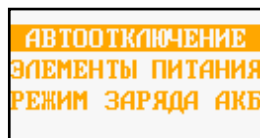

Рисунок 52 – Подменю «Настройки прибора: Электропитание»
6.4.11.1 В данном подменю производится настройки электропитания ВАФ (рисунок 52).